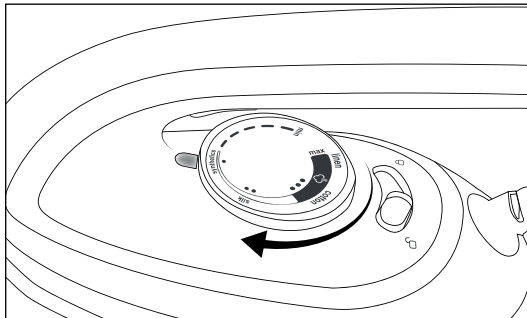

Fig. 7
- 3) Ruotare il regolatore di temperatura **3** e impostare la temperatura desiderata per la stiratura (vedere fig. 7).